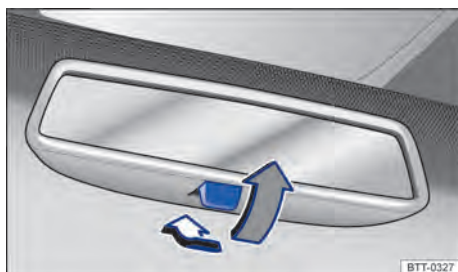

Fig. 77 No para-brisa: espelho retrovisor interno com antiofuscante manual.
- Posição noite: puxar a alavanca → Fig. 77 (seta cinza), para evitar o ofuscamento dos faróis dos veículos que trafegam atrás.